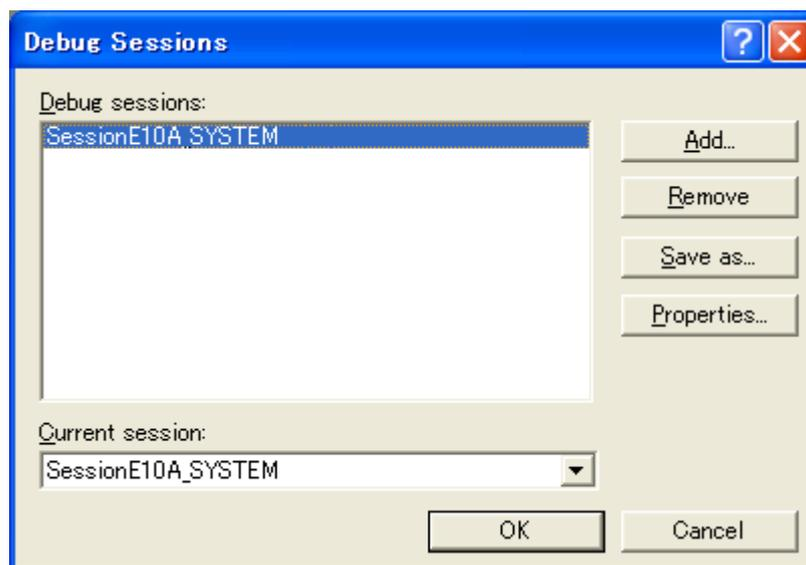

图 4.28 [Debug Sessions]（调试会话）对话框
请选择 [Debug -> Debug session...], 显示 [Debug Sessions]（调试会话）对话框（图 4.28）。
- 请选择[Debug -> Debug session...], 显示[Debug Sessions] (调试会话) 对话框 (图4.28)。
1. 请选择[Debug -> Debug session...], 显示[Debug Sessions] (调试会话)对话框 (图4.28)。